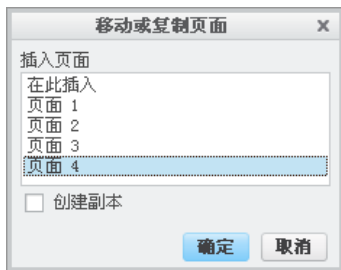

图 6.5.3 “移动或复制页面”对话框
Step2. 在功能选项卡区域的 **布局** 选项卡中单击“移动或复制页面”按钮 。系统弹出图 6.5.3 所示的“移动或复制页面”对话框。